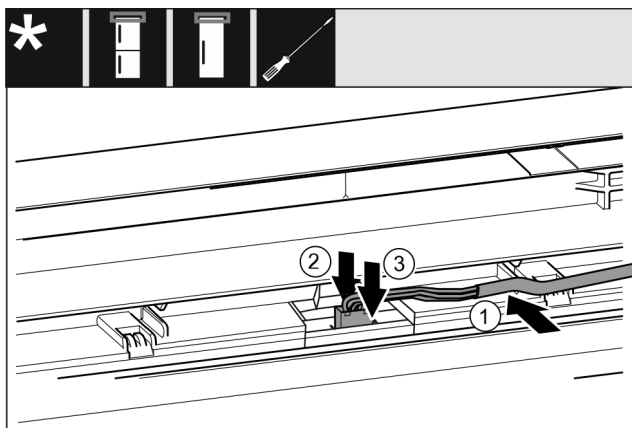

Fig. 44
- ▶ Anbring det grå kabel i føringen i den øverste dør. Fig. 44 (1)
- ▶ Tryk låsetappen bagud. Fig. 44 (2)
- ▶ Lad stikket gå i indgreb. Fig. 44 (3)